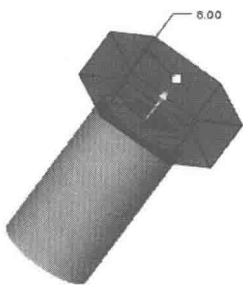

图 1-22
- (6) 单击草绘命令工具栏中的 按钮，完成拉伸截面的绘制。
- (7) 单击鼠标中键，返回拉伸特征面板。
- (8) 输入拉伸长度“8”，拉伸方向垂直端面向外，如图 1-22 所示。